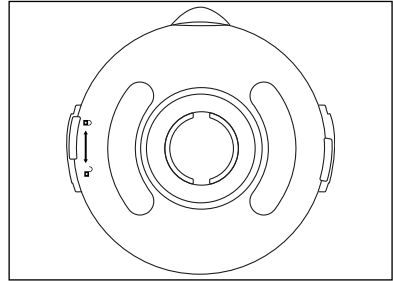

Fig. 2
- 3) Introduzca todos los ingredientes en el vaso ③.
- 4) Vuelva a presionar firmemente la tapa ② sobre el vaso ③ en su posición desplazada. Para cerrar la tapa ②, gírela en sentido horario hacia la posición  hasta que encastre audiblemente (consulte la fig. 2).